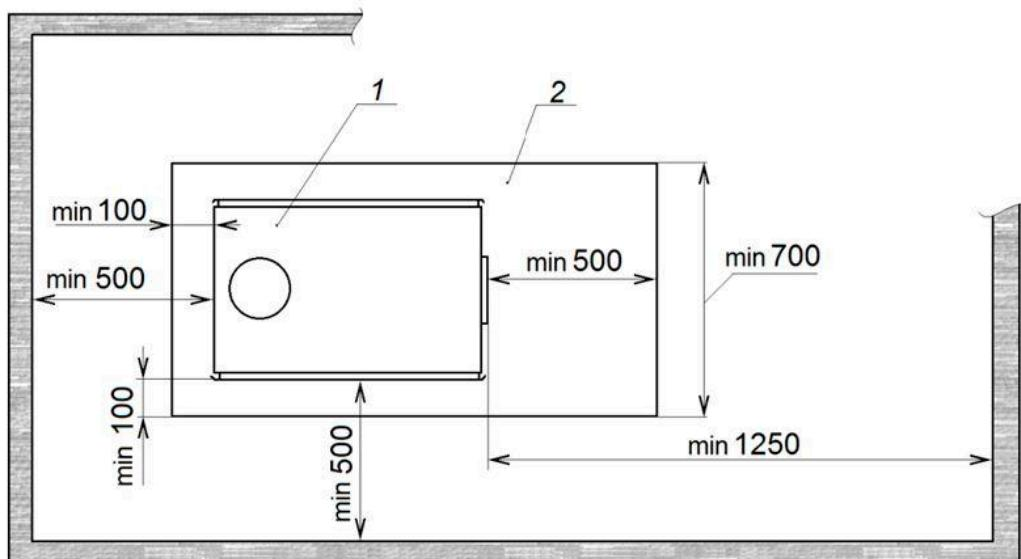

Рисунок 2. Установка печи в помещении.
- 4.3. Пол под печью должен быть выполнен из несгораемого материала. При установке на сгораемые конструкции здания, печь должна быть установлена на металлический лист толщиной не менее 1мм с подкладкой из негорючего теплоизоляционного материала толщиной не менее 10мм (см. рис. 2). Перед печью, со стороны топочной дверцы, металлический лист должен выступать не менее чем на 500 мм, а ширина листа должна быть не менее 700 мм.